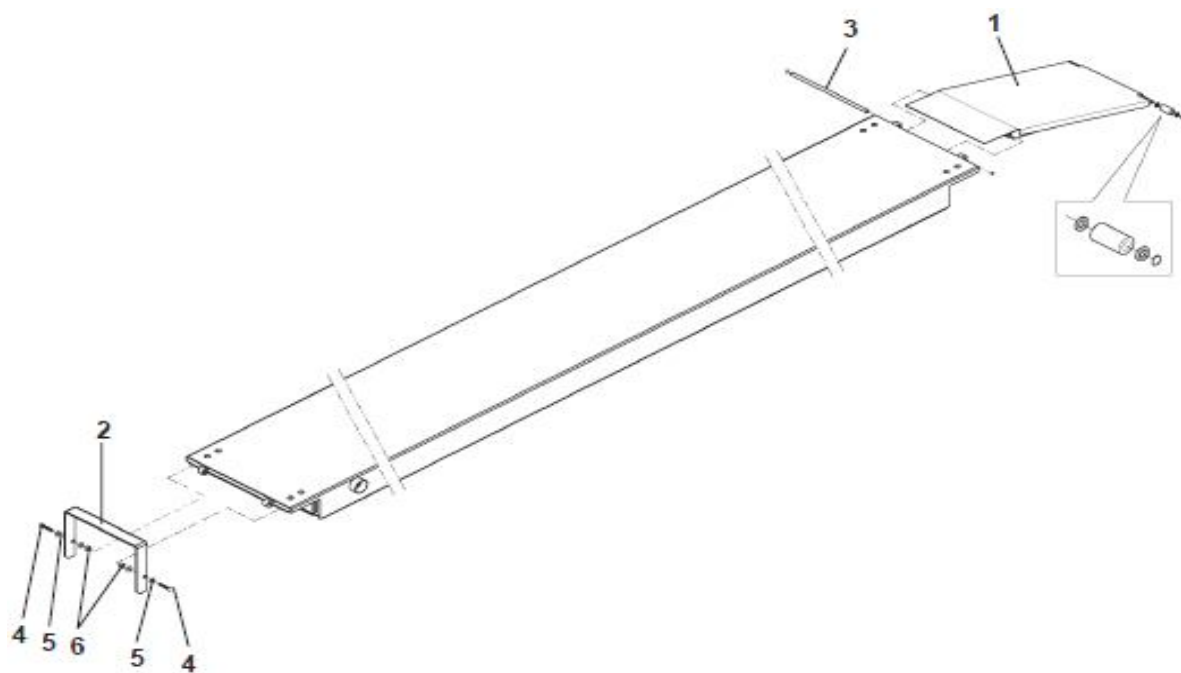

Рисунок 19
Зафиксируйте трапы (1) (см. рис. 19) с помощью штифтов (3) и закрепите их с помощью стопорных колец.